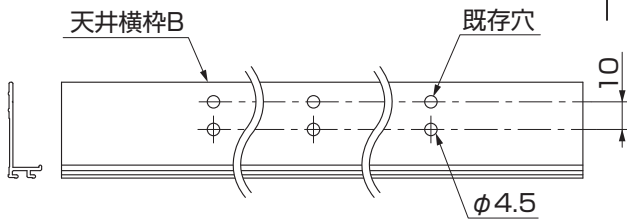
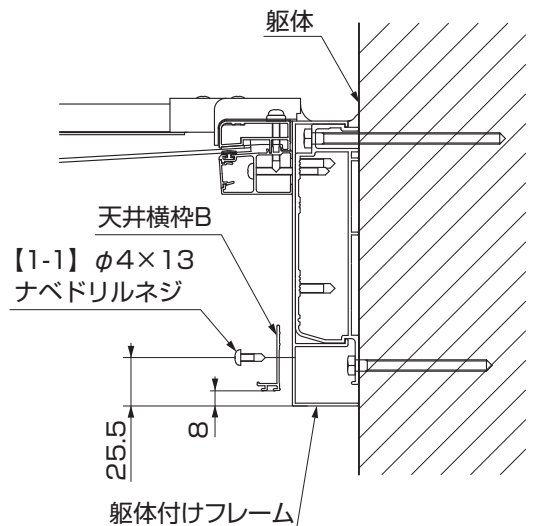

図4-2 躯体付け施工の場合の天井横枠Bの加工
図4-7 躯体付けフレーム施工の場合
- ④ 躯体取付けフレーム施工の場合は、天井横枠Bにφ4.5の穴をあけ、躯体付けフレームにφ3.5の下穴をあけて、天井横枠Bを【1-1】で取付けてください。(図4-2、図4-7参照)
- 躯体付けフレーム施工の場合は、【1-1】を手締めで取付けてください。(図4-7参照)